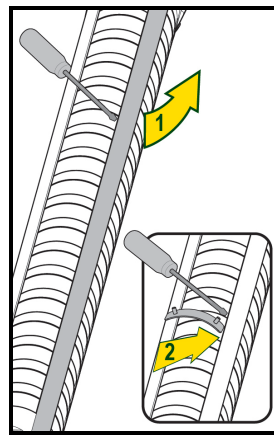

Fig.1a
1. Inserire la base al di sotto di due tiranti con l'aiuto di un cacciavite (Fig1a-1b).